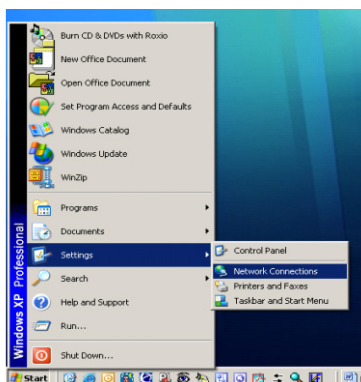

Figura B-4: Accesso alla schermata "Connessioni di rete"
4. In Windows fare clic su **Start | Impostazioni | Connessioni di rete** (Figura B-4).